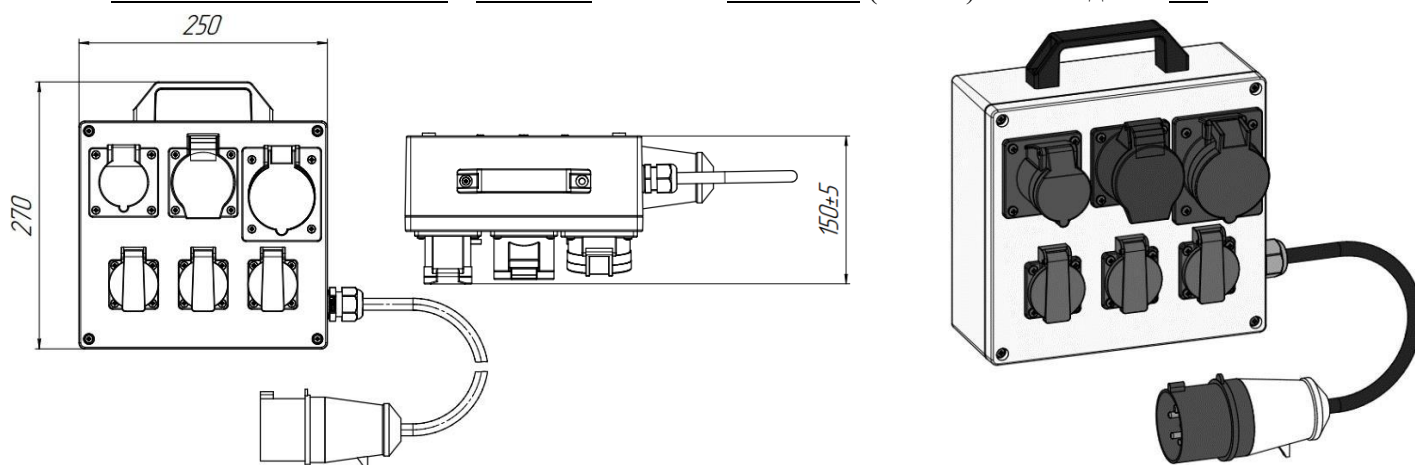
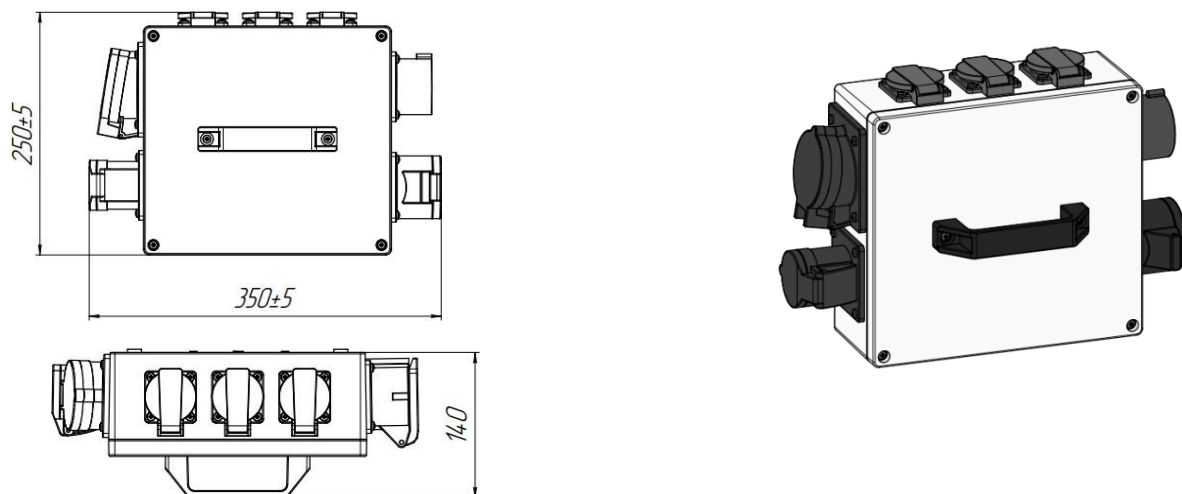

Рис.1 Габаритные размеры и внешний вид распределителя (А), с фронтальным расположением розеток
Рис.2 Габаритные размеры и внешний вид распределителя (Б), с боковым расположением розеток
А – с фронтальным расположением розеток (рис.1),
Б – с боковым расположением розеток (рис.2),
2.2 Максимально допустимая относительная влажность окружающей среды – 98%. 3.3 Габаритные размеры – Рис.1 Рис.2;